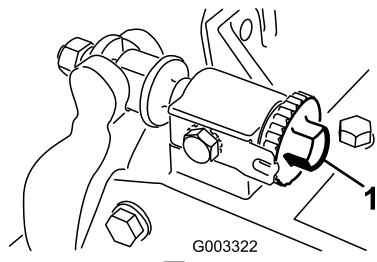
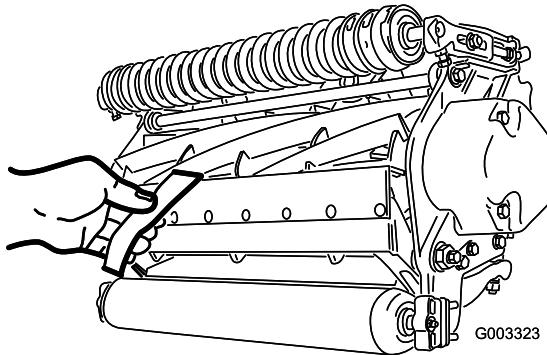

図 12
図 13
1. ユニットを水平で平らな作業台の上に置く。ベッド・バー調整ネジ（図 12）を左に回して、リールと下刃の接触を完全になくす。
重要 ユニット左右についているベッドバー調整ネジのナットが床に当たっていないことを確認する（図 12）。
3. リール前面の左右いずれかの端を選び、リールと下刃の間に新聞紙片を差し入れる（図 13）。リールをゆっくり前回転させながら下刃調整ネジ（図 12）を締め（新聞紙を入れた側の調整ネジを、1目盛りづつゆっくりと）、新聞紙を前から（ベッドナイフの上面に平行に）入れると軽く挟まれる程度に調整する。新聞紙を引き抜くのに軽い力が必要な程度でよい。
5. 両側の調整ができたら最終確認を行う：紙片をリールの前から差し込んだ時にははさむだけ、下から差し込むと切れるのが正しい調整である（図 13）。リールと下刃のごくわずかの接触で紙が切れなければいけない。接触を強くしないと切れない（リールが新聞紙を強く挟み込まないと切れない）場合には、鋭利な刃先を取り戻して精密なカットができるようにバックラップか研磨を行うことが必要である（Toroリール・モアとロータリー・モアのための研磨マニュアル Form No. 80-300PT を参照）。